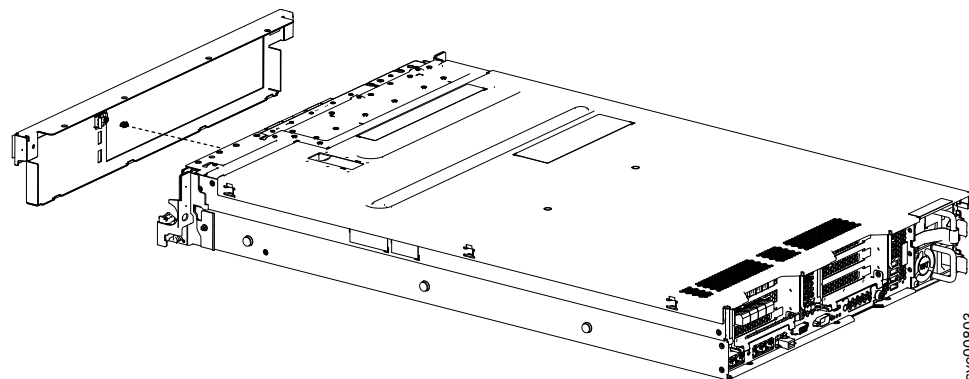

Figura 66. Removendo o cabo do LED para a parte traseira do conjunto de painel
8. Remova o cabo do LED ao PCB LED na traseira do conjunto do painel, como mostrado na Figura 66.